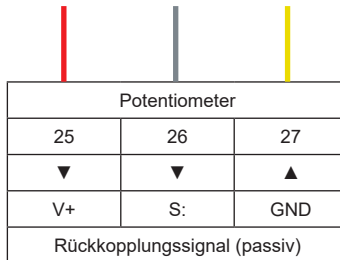

Abb. 14 Potentiometer-Anschlussplan
- Schließen Sie den Kabelbaum an die Klemmen an, wie in Abbildung 14 Potentiometer-Klemmendiagramm beschrieben.